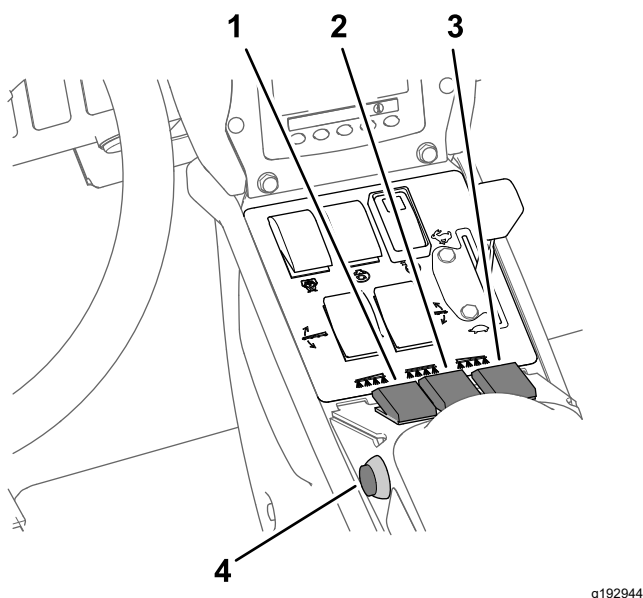

Рисунок 44
7. Установите переключатель (переключатели) секций опрыскивания в положение Вкл. (Рисунок 44).
10. Начните движение на машине с требуемой скоростью, а затем установите главный переключатель секций в положение Вкл., чтобы начать опрыскивание (Рисунок 44).
3. Установите главный переключатель секций в положение Выкл.; см. Рисунок 44 в разделе Опрыскивание в режиме заданной нормы внесения \(страница 43\).
7. Устанавливайте переключатели секций по мере необходимости в положения Вкл.; см. Рисунок 44 в разделе Опрыскивание в режиме заданной нормы внесения \(страница 43\).
9. Начните движение на машине с требуемой скоростью, а затем установите главный переключатель секций в положение Вкл., чтобы начать опрыскивание. Рисунок 44 Опрыскивание в режиме заданной нормы внесения \(страница 43\)